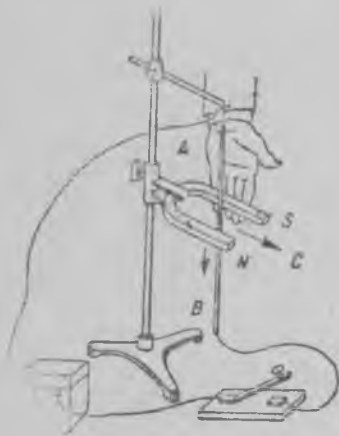

Рис. 99. Токан ке олиян проводан лийкунда магнитнойс поляс.
73. Токан ке олиян проводан лийкунда магнитнойс поляс. Если цеппи ухтуттй (рис. 99), пийстйя токка подкован нагозен магнитан поляс олияа проводуа муоте, то токкан ке провода рубиэу лийккумах магнитнойс поляс, лейкатын лийккуес полян силовыйт линият.